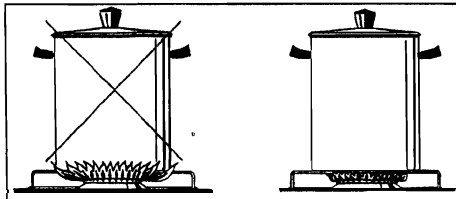

Fig. 12
- Utilisez un récipient d'un diamètre adapté à chaque brûleur (cfr. tab. n° 4 et FIG.12).